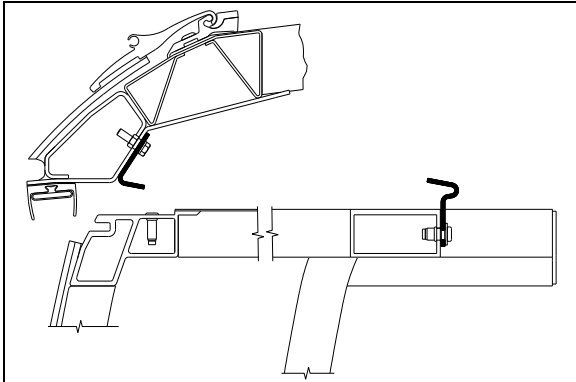

FIGURE 37: ESPACE ANNEXE INTÉRIEUR DE 2 PO – VUE DE LA PARTIE SUPÉRIEURE
Ne pas trop rétracter la rallonge coulissante. Rétracter juste au-delà du jointracleur. (Figure 37)
devienne accessible depuis l'extérieur (Figure 37).
5. Après avoir terminé, suivre la procédure de contournement manuel pour sortir la rallonge coulissante afin de réinstaller l'extrusion extérieure. Appliquer un scellant adéquat sur les vis de l'extrusion extérieure et entre l'extrusion, le toit et les bords pour prévenir l'infiltration d'eau (Figure 37).